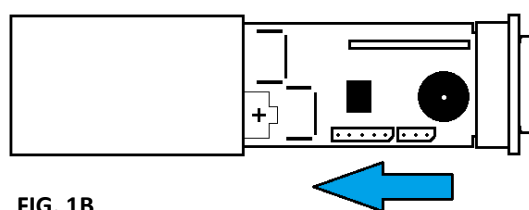

FIG. 1B
2. Porre il coperchio di chiusura nello scanco anteriore della scheda ed inserire il sensore come in **FIG. 1B**.